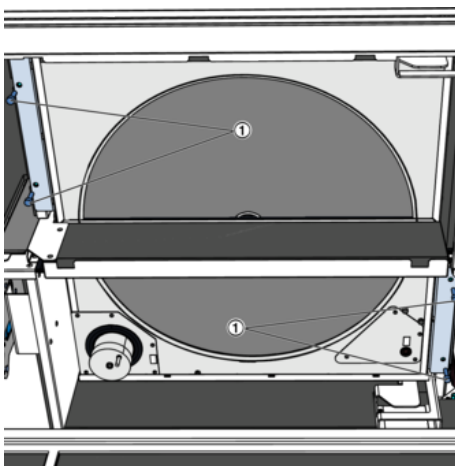

Abb. 73: RWT Sicherungen lösen
6. ▶ Am RWT die beiden Sicherungen lösen, dazu jeweils zwei Schrauben (*Abb. 73/1*) herausdrehen.